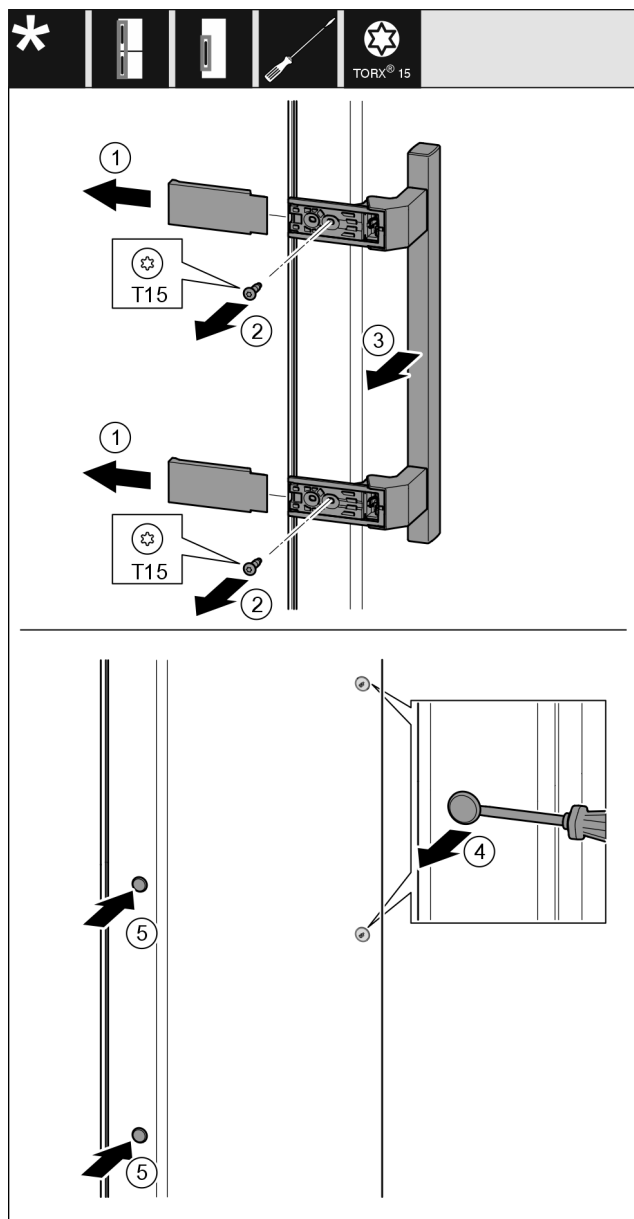

Fig. 19
- Snemite pokrov Fig. 19 (1).
- Izvijte vijake Fig. 19 (2) z izvijačem.
- Snemite ročaj Fig. 19 (3).
- Previdno dvignite stranski čep Fig. 19 (4) s ploščatim izvijačem in ga izvlecite.
- Vstavite čep Fig. 19 (5) nazaj na drugi strani.